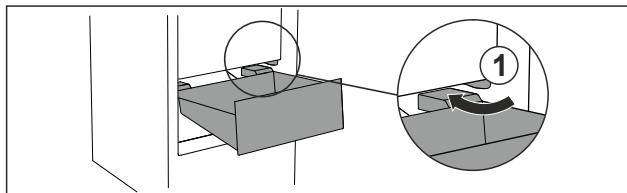

Fig. 115
- ▶ Guider le tiroir en biais en contournant les butées *Fig. 115 (1)*.